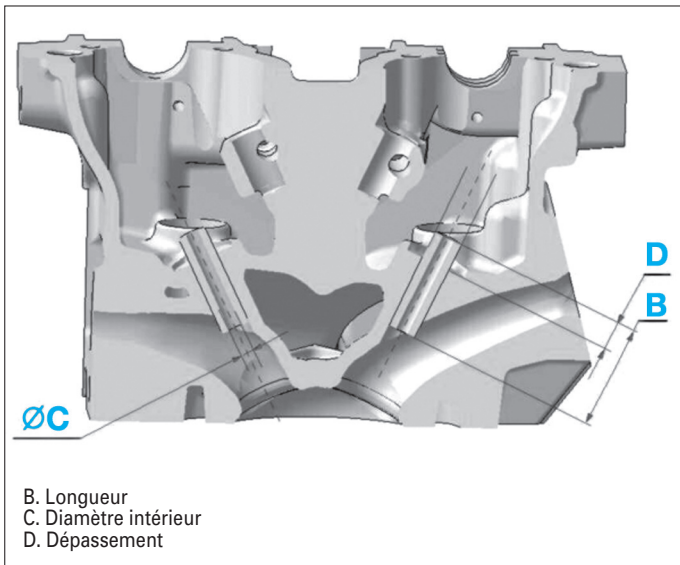

Fig. 4
Dépassement des guides (D) : 10,45 mm (Fig.4).